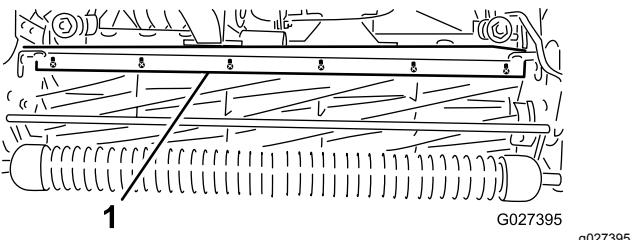

Bild 54
1. Lockern Sie die Schrauben, mit denen die obere Leiste an der Schneideeinheit befestigt ist (Bild 54).